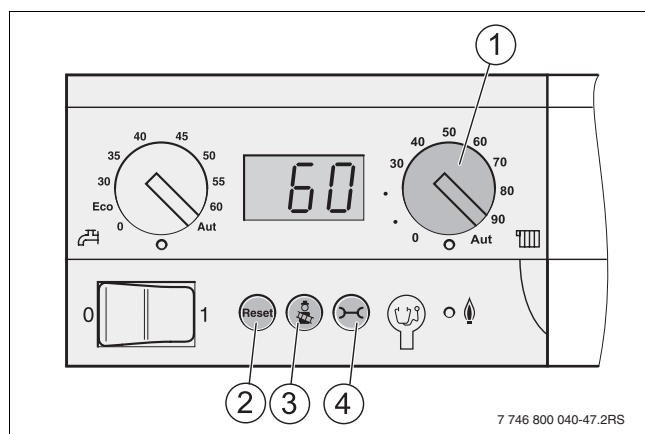

Fig. 71 Unitatea de comandă a controlerului de bază
- ▶ Cu ajutorul butonului rotativ pentru temperatura maximă a apei din cazan (→ fig. 71, [1]) setați temperatura limită superioară a apei din cazan pentru regimul de încălzire (→ tab. 11).
Reglarea la nivelul unității de comandă nu se poate realiza prin intermediul meniului, ci trebuie utilizat butonul rotativ „Temperatura maximă a apei din cazan“ (→ fig. 71, [1]).